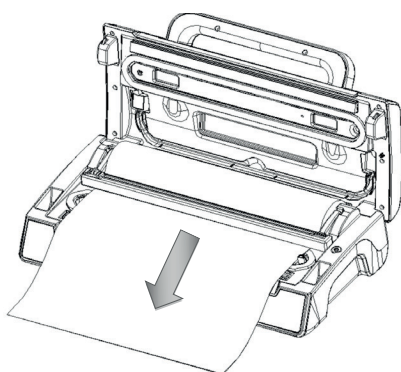

Fig. 3
3. Dra ut påsen så lång som du vill ha den. (Fig.3)